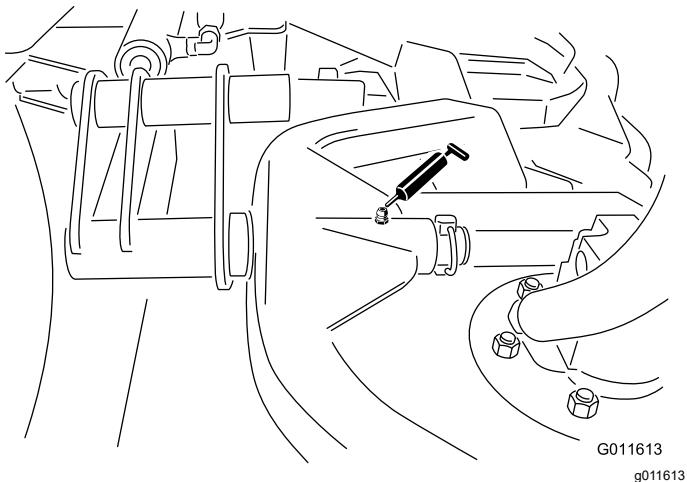

Figure 66
- Pivot de bâti porteur d'unité de coupe (x 1) – Figure 66